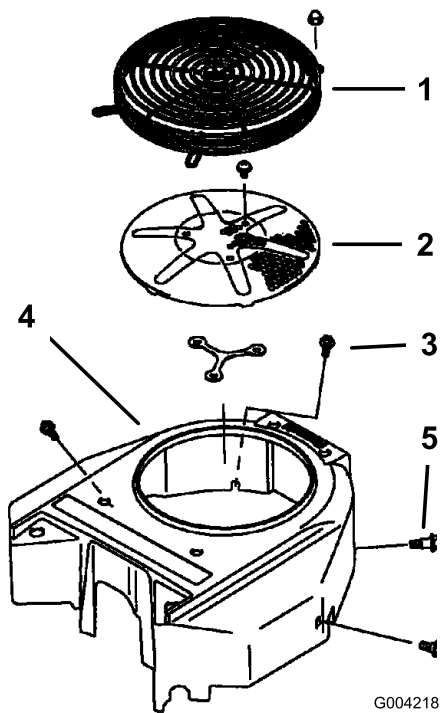

Figura 74
Antes de cada uso, retire cualquier acumulación de hierba, suciedad y otros residuos de la rejilla del motor. Esto ayudará a asegurar una refrigeración adecuada y una velocidad de motor correcta, y reducirá la posibilidad de sobrecalentamiento y daños mecánicos al motor (Figura 74).
3. Retire la rejilla de entrada de aire, el arrancador de retroceso y la carcasa del ventilador (Figura 74).
5. Instale la rejilla de entrada de aire, el arrancador de retroceso y la carcasa del ventilador (Figura 74).